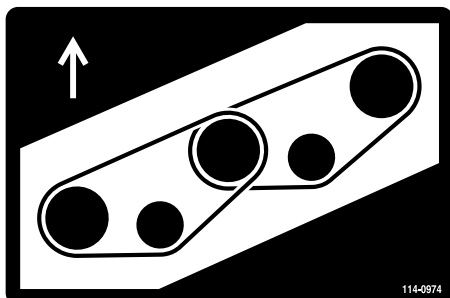
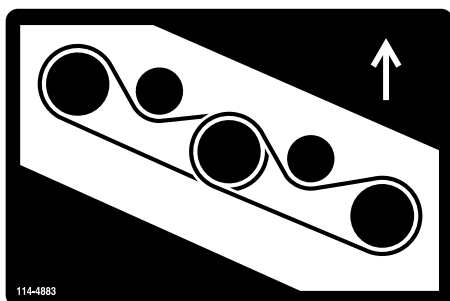

Bild 85
Bild 86
5. Verlegen Sie den neuen Riemen um die Spindelscheiben und die Spannscheiben, siehe Bild 85 und Bild 86.